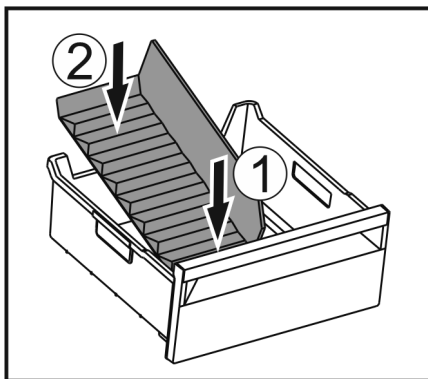

Fig. 68
- Sæt den forreste del af frostrumsadskilleren i. Fig. 68 (1)
- Sæt den bageste del af frostrumsadskilleren ned i skuffebunden. Fig. 68 (2)